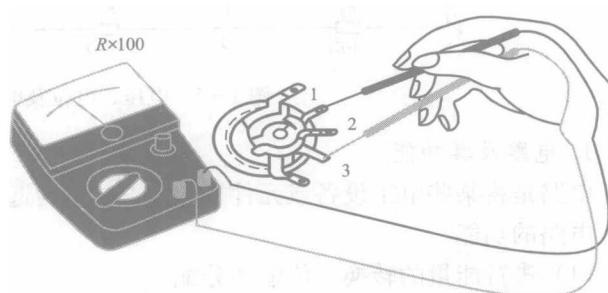

图 1-5 电位器的标称阻值的测量
(1) 检测标称阻值。用万用表的欧姆挡测“1”、“3”两端，其读数应为电位器的标称阻值，如万用表的指针不动或阻值相差很多，则表明该电位器已损坏。如图1-5所示。
(2) 检测电位器的活动臂与电阻片的接触是否良好。用万用表的欧姆挡测“1”、“2”(或“2”、“3”)两端，将电位器的转轴按逆时针方向旋至接近“关”的位置，这时电阻值越小越好。再顺时针慢慢旋转轴柄，电阻值应逐渐增大，表头中的指针应平稳移动。当轴柄旋至极端位置“3”时，阻值应接近电位器的标称值。如万用表的